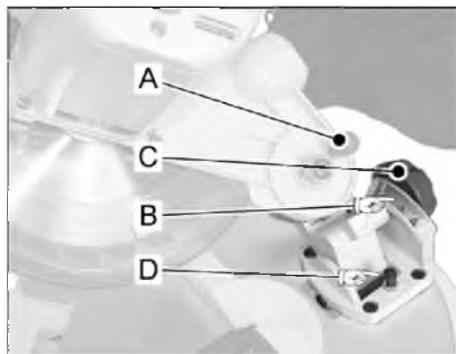

Рис. 9
- Фіксує ручку (C, Рис.9) на задній частині верстата необхідно послабити.
- Нахиліть ріжучу голову вліво, доки не досягнете необхідного кута на шкалі нахилу (B).
- Затягніть ріжучу голову фіксує ручкою (C) перед початком пиляння.
- Зніміть захисний кожух пилки (B, Рис. 9), відгвинтивши два гвинти (A) збоку.